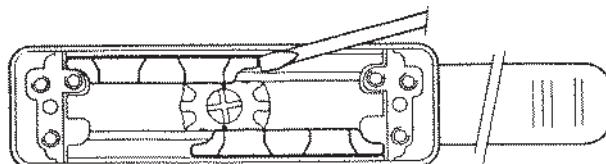

Рис.1
- Снять попзуны и зубчатые рейки (рис.1).